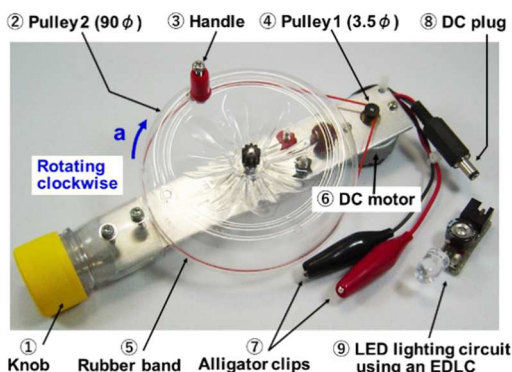

Fig.1 External appearance of a hand-cranked generator and the LED lighting circuit using an EDLC
Fig.1 に, 試作した手回し発電機と LED 点灯回路の外観を示す. 図から②プーリ 2 はペットボトルの溝のある底の部分(90φ)を用いてこれに③ハンドルを取り付け, さらに⑥定格 9V の MABUCHI 製 DC モータのシャフトに④プーリ 1 (3.5φ)を取り付けてそれぞれ⑤輪ゴムで接続している. ⑨EDLC による LED 点灯回路は, 手回し発電機の⑧DC プラグと接続して用いる.